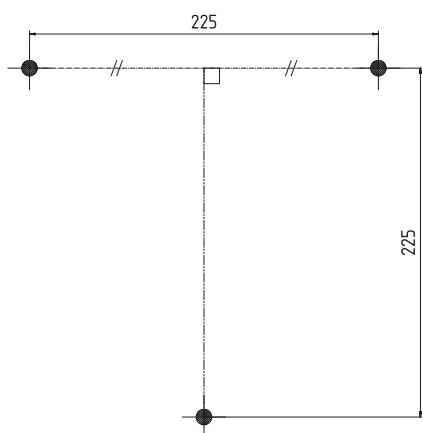

Fig. 12: Vrtacia šablóna pre inštaláciu na stenu
1. Naznačte otvory na stene (Fig. 12) a vyvrtajte ich.